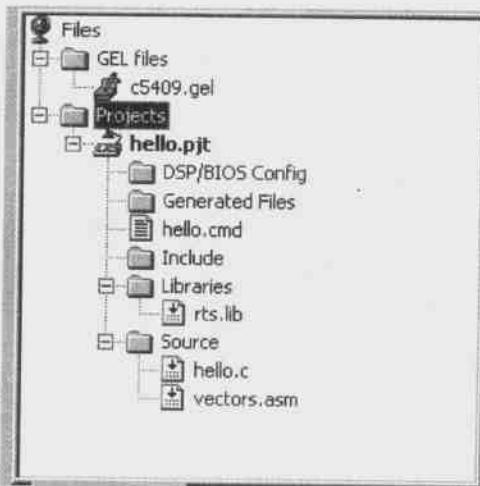

图 4.4 展开后的工程文件
(2) 用同样的方法,把文件 D:\application\ccs\tutorial\sim54xx\hello1\vectors.asm 也添加到工程 hello.pjt 中。vectors.asm 中包含的是将 RESET 中断并指向 C 程序入口 c\_int00 的汇编指令。用户可以在 vectors.asm 中自定义中断矢量,如果需要调试的程序比较复杂,也可以使用 DSP\BIOS 定义的所有中断矢量。
- (3) 将 hello.cmd 加入到工程 hello.pjt 中。该文件是本工程的存储器地址分配配置。
- (4) 将 rts.lib 加入到工程 hello.pjt 中。该文件是 C 语言开发的 DSP 应用程序的运行支持库文件。
(5) 在工程视图窗口中单击所有的“+”号,可以看到整个 hello 工程的结构,如图 4.4 所示。